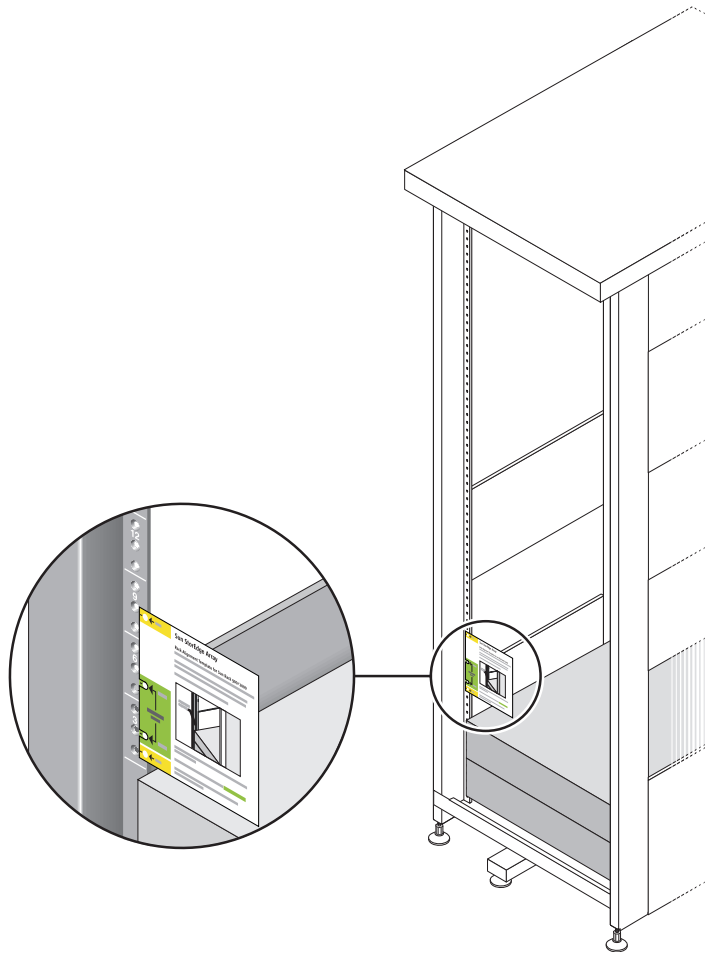

FIGURE 2-8 Positionnement du calibre d'alignement du rack
2. Repérez les trous de montage adéquats en plaçant le calibre d'alignement du rack de l'armoire Sun Rack 900/1000 sur le rail gauche avant de l'armoire (FIGURE 2-8).